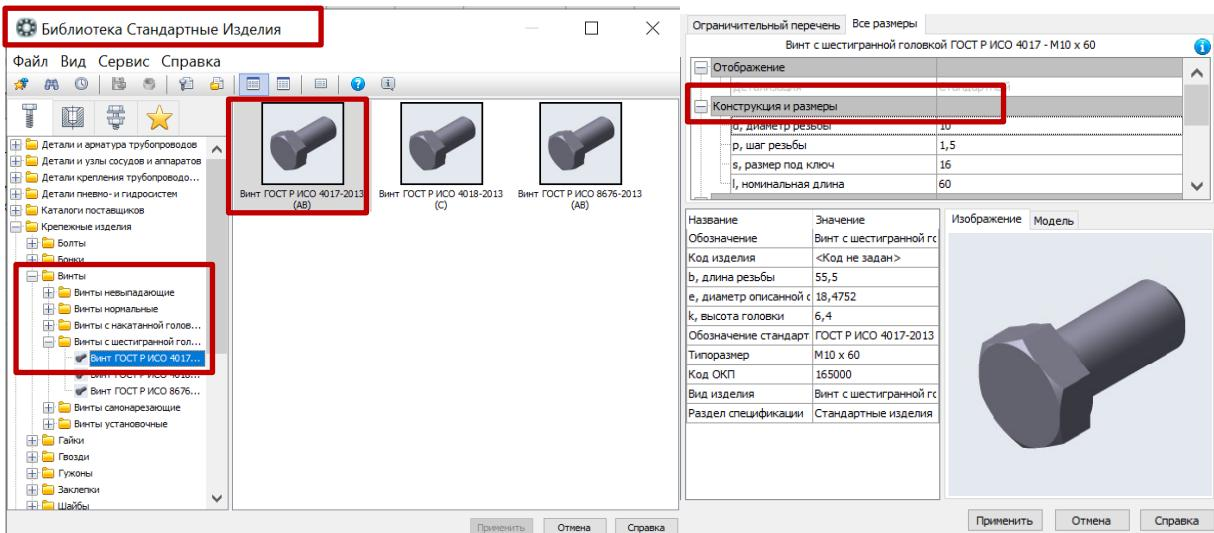

Рис. 33 Выбор винта из Библиотеки Стандартных изделий
- **Библиотека Стандартные Изделия – Крепежные изделия – Винты – Винты с шестигранной головкой.** Выбрать Винты по ГОСТ Р ИСО 4017–2013 (рис. 33).